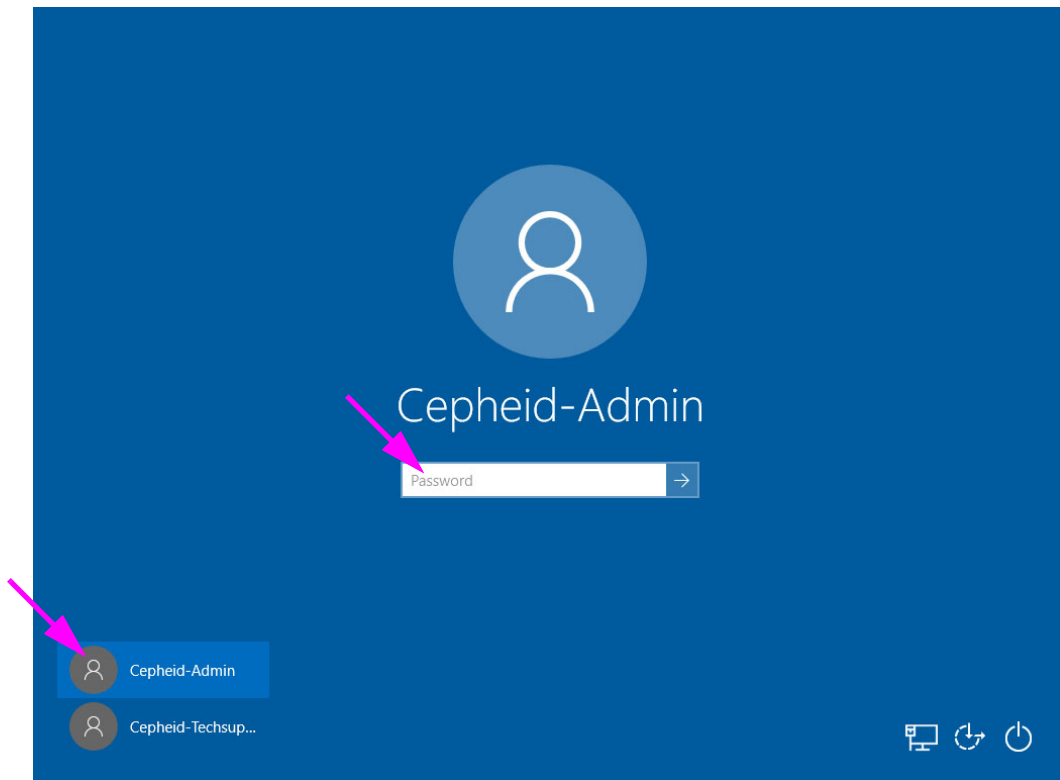

图 2-5. Windows 10 帐户和密码屏幕
1. 在 Windows 10 上，开机后，出现 Windows 锁定屏幕。请参见图 2-4。点击屏幕上的任意位置以显示 Windows 帐户和密码屏幕。请参见图 2-5。
Cepheid-Admin 帐户适用于所有客户任务，如运行测试、系统配置和软件更新。而 **Cepheid-Techsupport** 帐户仅供 Cepheid Technical Support 使用。请参见图 2-5。
2. 在 Windows 帐户和密码屏幕上，选择 **Cepheid-Admin** 用户帐户（请参见图 2-5）。
3. 在 Windows 帐户和密码屏幕（参见图 2-5）上，输入密码。默认密码为 **cpnd** 并且必须在初始登录时更改（按照软件的指示）。密码由系统管理员更改后，输入分配的密码以供今后登录使用。显示 Windows 10 桌面。